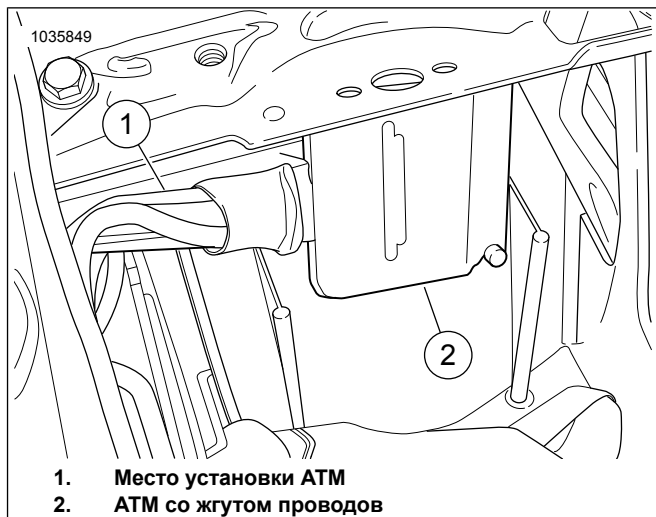

Рисунок 14. Место установки ATM
13. См. Рисунок 14. Очистите установочную поверхность тампоном со спиртом. Снимите защитную пленку и наклейте на ATM двустороннюю клейкую ленту. Снимите защитную пленку с тыльной части двусторонней клейкой ленты и установите ATM (1) на тыльную часть отсека аккумуляторной батареи.